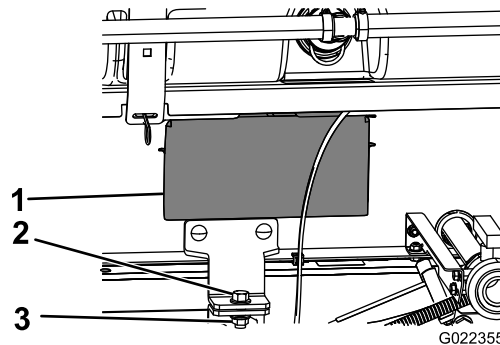

Figura 36
5. Îndepărtați panourile de acces de pe ambele părți ale saniei cadrului (Figura 36).
- Fixai suportul de fixare al ansamblului saniei rezervorului la suportul platformei de pe cadru de pe fiecare parte a mainii cu un urub ( $\frac{1}{2} \times \frac{1}{2}$ ") i o contrapiuliă ( $\frac{1}{2}$ ") aa cum este indicat în Figura 36.